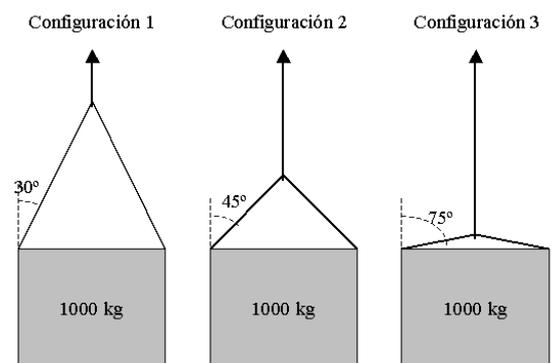

Figura 2
14. A la vista de las configuraciones de carga mostradas en la *figura 2* indique cuál de las siguientes afirmaciones es más correcta: